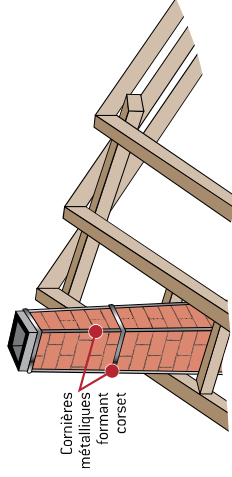

Figure 16. Renforcement des structures secondaires : cheminées, marquises, etc. Exemple de renforcement par chemisage extérieur et cornières métalliques
- Prévenir leur effondrement par liaisonnement adapté aux structures (fig. 16).